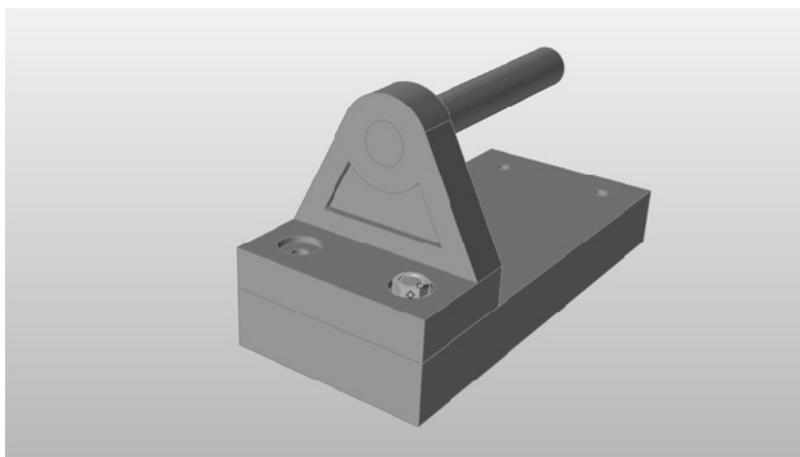

图 3-19
5) 单击该中心捕捉点并拖动螺栓，然后将其放置在托架上的一个孔中，如图 3-19 所示。由于需要调整视图以及重新确定零件在屏幕中的位置，因此该过程中需要执行多次拖放操作。